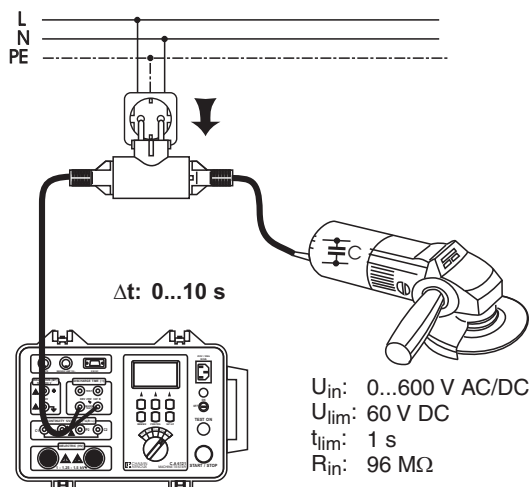

Fig.22. Connexion du câble de test
3. Connectez le câble de test à l'instrument et à l'appareil testé conformément à la figure 22 ; le symbole  s'affiche au-dessus de l'unité S, informant ainsi l'opérateur que la tension secteur est connectée à l'entrée TEST SECTEUR.